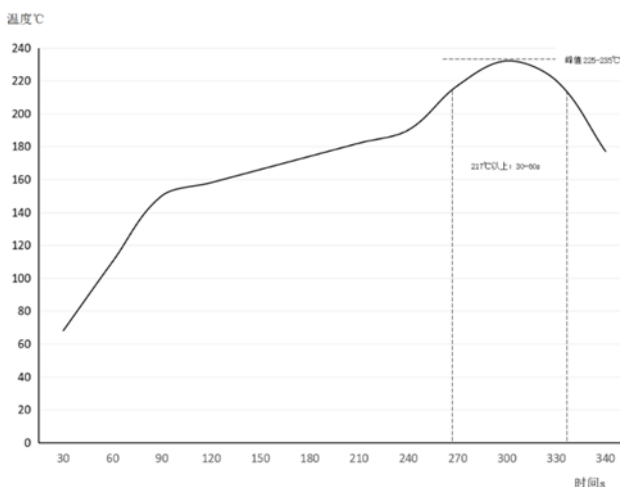

图 9 典型的焊接温度工艺曲线
3) 使用回流焊炉，若为混装工艺，要求模块底部峰值温度在 225~232℃之间，模块顶部温度 235℃以下。在保证焊接质量的情况下，峰值温度可以适当降低，典型的焊接温度工艺曲线如图 9 所示：